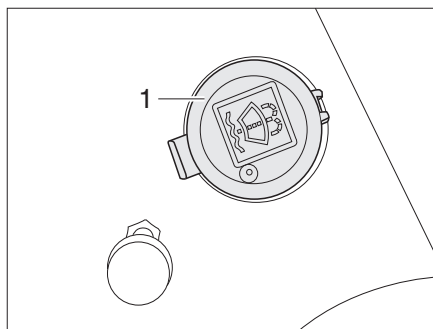

Bild 30 Påfyllningsöppning spolarvätskebehållare
- Tag av locket (Bild 30,1) från spolarvätskebehållarens påfyllningsöppning.